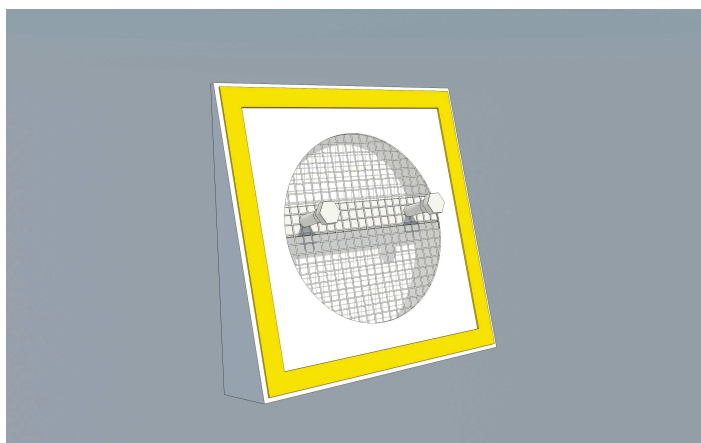

Рис. 4
3.2.2. Оклейте козырек по периметру монтажной плоскости уплотнительным самоклеющимся материалом толщиной 3-5мм и шириной 20-40мм. (см. Рис.4)